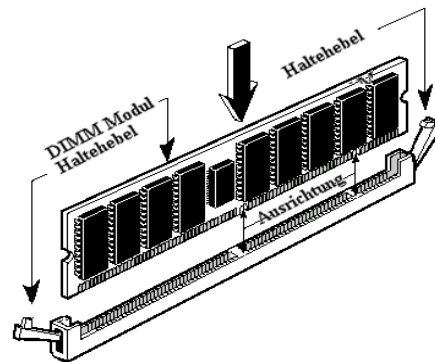

Abb. 2-6 Installation der Speichermodule
Schritt 5. Das DIMM-Modul wie in der Abbildung gezeigt in die Erweiterungssteckfassung einschieben. Auf die Verzahnung des Moduls zur Übereinstimmung mit der Steckfassung achten. In der Abbildung 2-6 sind Einzelheiten dargestellt. **Dadurch wird sichergestellt, daß das DIMM-Modul nur in eine Richtung in die Fassung einmontiert werden kann.** Das DIMM-Modul fest in die DIMM-Fassung eindrücken und sicherstellen, daß das Modul fest in der DIMM-Steckfassung sitzt.